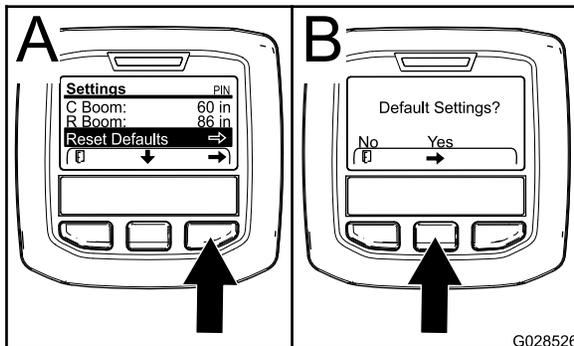

Figura 75
1. Pulse el botón de selección central para ir a la opción Restablecer ajustes predeterminados (Figura 75).
3. En la pantalla Ajustes predeterminados, pulse el botón de selección izquierdo para NO o el botón de selección derecho para Sí (Figura 75).